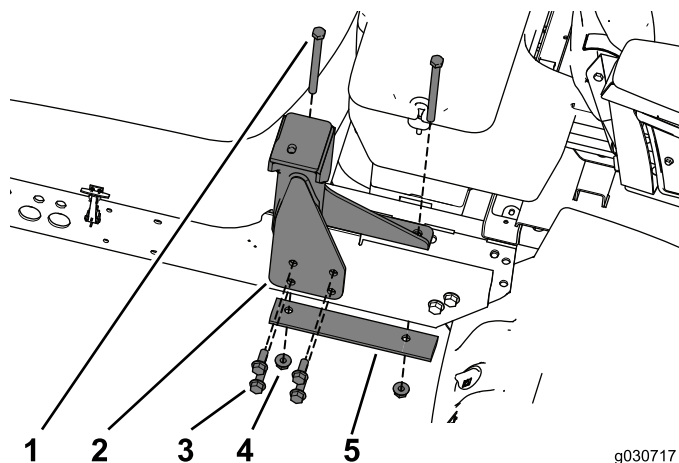

Figura 20
1. utilizzate la bulloneria che avete rimosso con il ROPS per fissare il supporto posteriore al telaio (Figura 20).